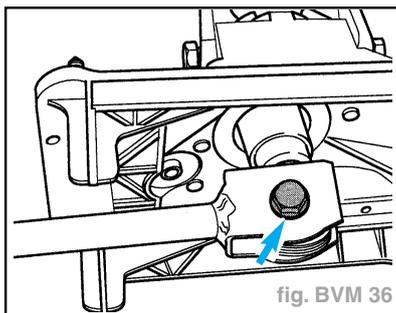

fig. BVM 36
- Desserrer la vis hexagonale (flèche) et retirer la tige du levier de passage des vitesses (fig. BVM 36).
- Poser la douille du levier de passage des vitesses (fig. BVM 36).